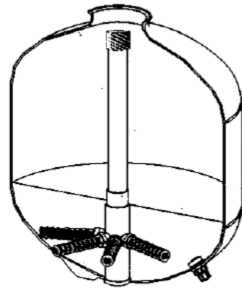

Fig. 13
2. Nun können Sie den Diffusor samt Rohr auf dem Kesselboden aufstellen. Den Kessel bis zur ersten Linie mit Wasser füllen (Fig. 13). Damit sich der Diffusor stabilisiert.